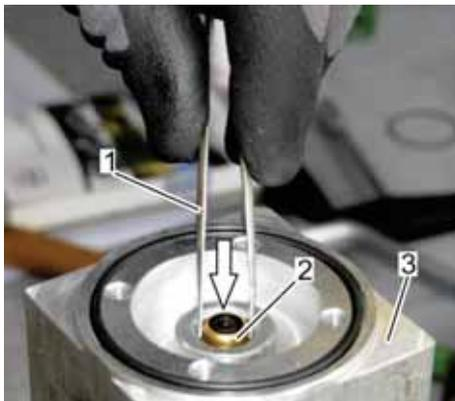

Abb. 112: Kolben einsetzen
7. Mit einem geeigneten Werkzeug (Abb. 112/1) den Kolben (Abb. 112/2) in das Gehäuse (Abb. 112/3) einsetzen.